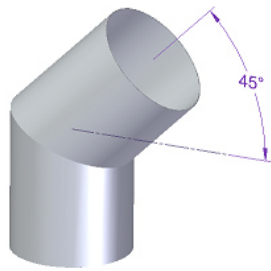

Fig.29 – Inclinação **correcta** para as curvas
- \* Nas condições nominais de operação, a tiragem dos gases de combustão deve originar uma depressão de 12 Pa um metro acima do gargalo da chaminé. Para conseguir uma boa instalação deverão ser aplicados, verticalmente, pelo menos 2 metros de tubo metálico de chaminé com o mesmo diâmetro da saída de fumos da salamandra. No seguimento desse troço é admissível a utilização de elementos de tubagem com a inclinação máxima de 45°. As Fig. 29 e 30 mostram a inclinação correcta e incorrecta no caso de necessitar instalar uma curva, respectivamente.